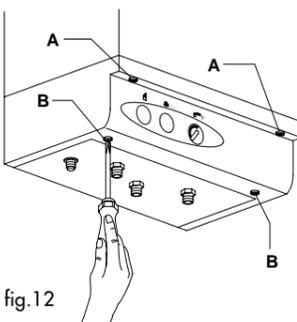

fig.12
- togliere le viti A e B (fig.12)